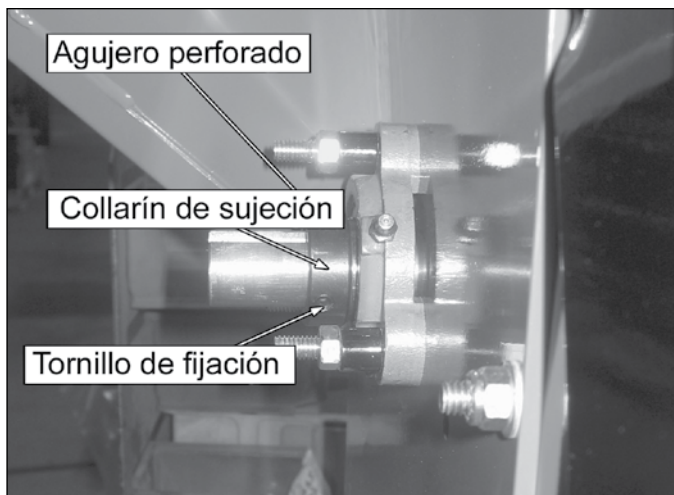

Figura 5.3 Collarín de sujeción
2. Afloje los tornillos de fijación que sostienen los collarines de sujeción en los cojinetes del lado del conducto y del lado del motor (Figura 5.3).